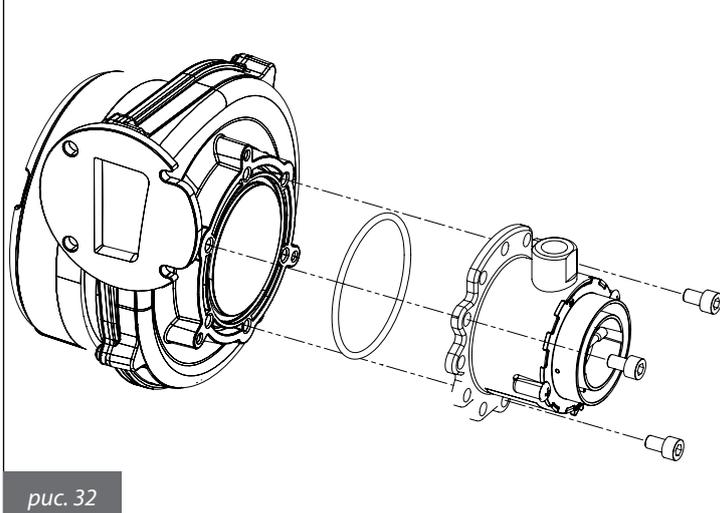

рис. 32
- Снять смесительный узел, вывернув три шестигранных винта (рис. 32).